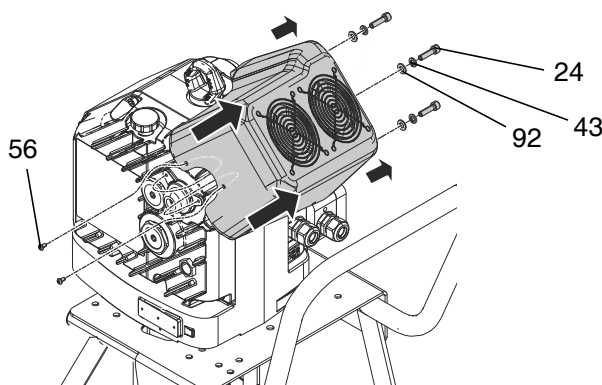

FIG. 14: Borttagning av fläktenhet
3. Installera den nya fläktenheten. För att sätta tillbaka fläktenheten, låt höljet glida in skåorna för tappar som sitter på kopplingsboxens sida och tryck försiktigt ner den bortre änden (se FIG. 14 på sidan 15).